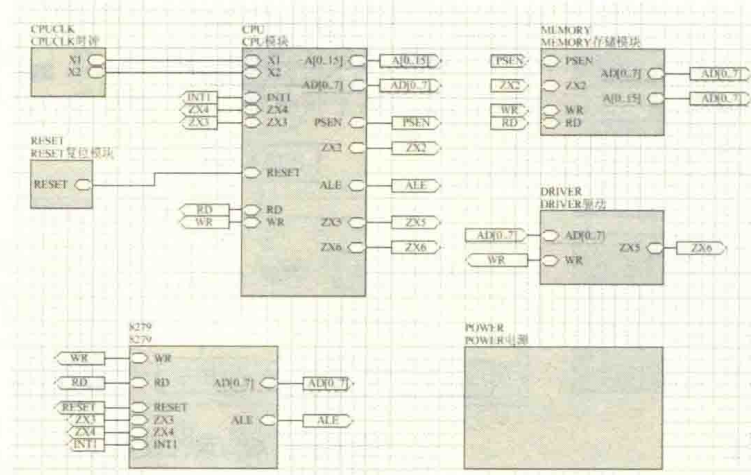

图 4-87 完成的原理方块图
(7) 重复第 (4)、(5)、(6) 步, 完成其他几个模块方块图的端口、内部 I/O 端口的放置与连接, 并对相同名称的端口用导线进行连接。完成的原理方块图如图 4-87 所示。